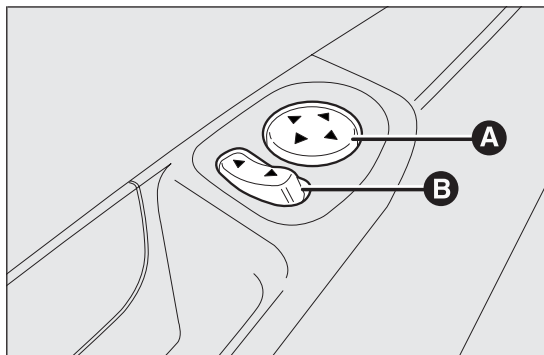

Abb. 25
- ☐ Wählen Sie den zu betätigenden Spiegel mit dem Wahlschalter B Abb. 25;
- ☐ Stellen Sie den Spiegel mit dem Joystick A in allen vier Richtungen ein Abb. 25.